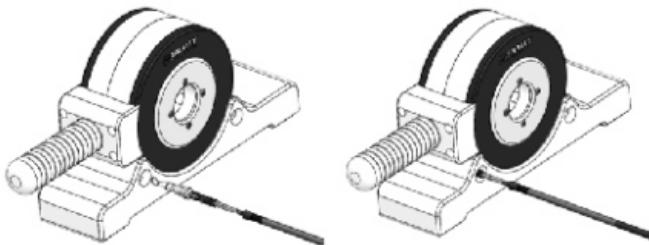

Figura 24: Ilustração do teste do diâmetro de crimpagem, indicando a localização do orifício na base do crimpador.
- H.10. Realizar o teste do diâmetro de crimpagem (“passa / não passa”), inserindo o balão de insuflação com a prótese valvular crimpada no pequeno orifício localizado na base do crimpador, e verificando se a prótese valvular crimpada consegue atravessar o mesmo, conforme Figura 24.